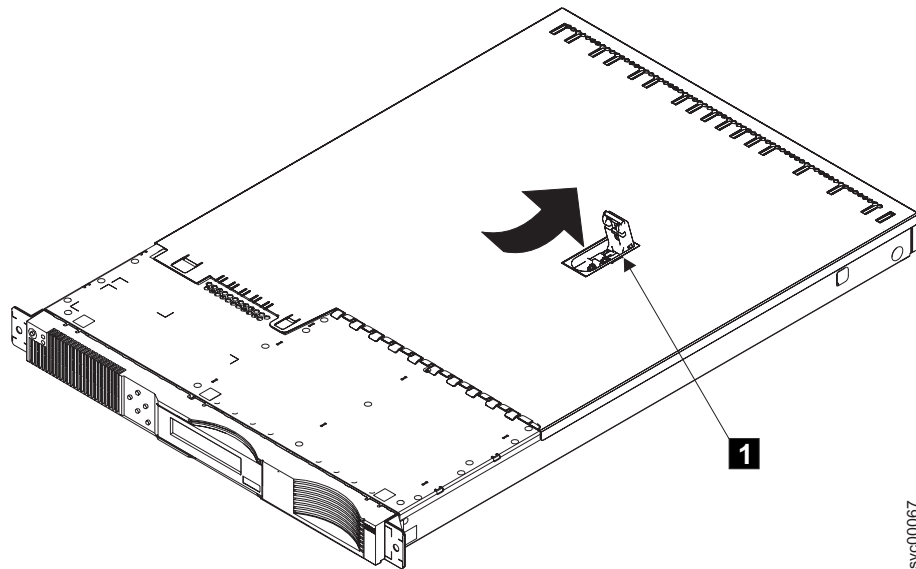

図 97. 上部カバーの取り付け
1. 図 97に示すように、レバー **1** が完全に持ち上げられていることを確認します。